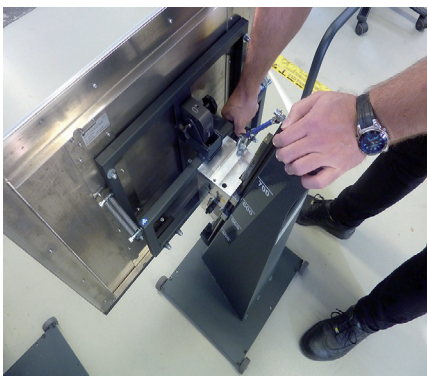

Abb. 8: Réglage ergonomique de la hauteur
2. Placer le système de déverrouillage vertical vers le haut (tourner vers la droite), voir fig. 8.